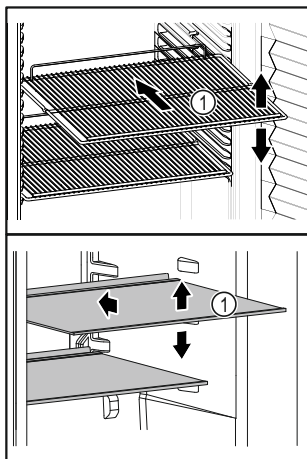

Fig. 54 Simbolična slika
- ❑ Če so odlagalne površine Fig. 54 (1) premične, jih prilagodite po višini.